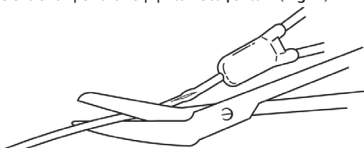

Fig. 2
2. Αποκόψτε το καταστραμμένο τμήμα του καθετήρα. (Fig. 2)